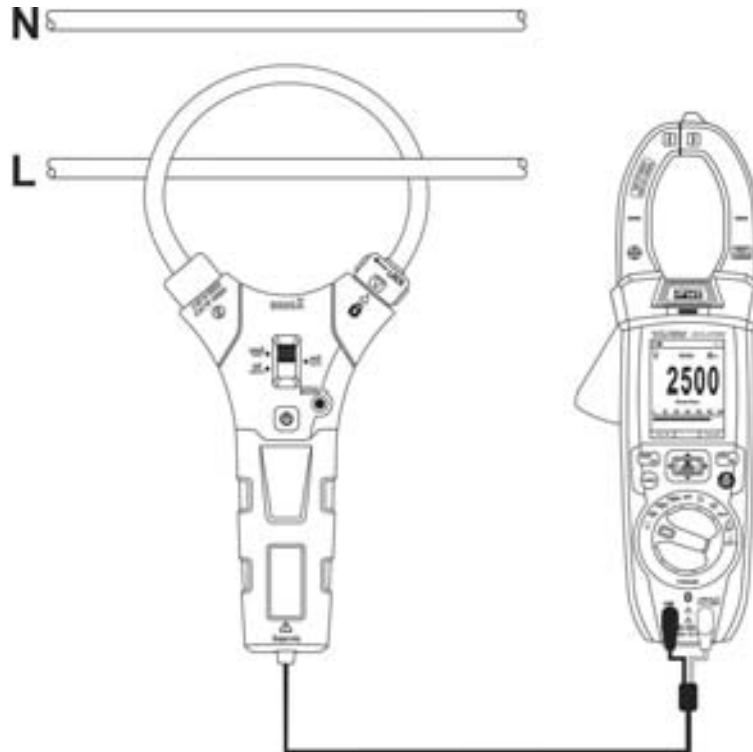

Fig. 34: Utilisation pour mesurer le courant CA/CC avec transducteurs à pince
6. Insérer le câble dans le tore (voir Fig. 34). La valeur de courant apparaît à l'écran.